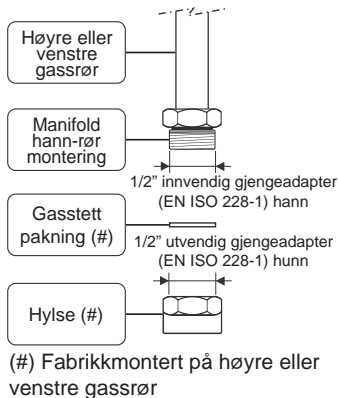

Fig. 2.1b
- Det ubrukte gassrør skal lukkes med den medfølgende hylse og gasstette pakning iht. Fig. 2.1b.